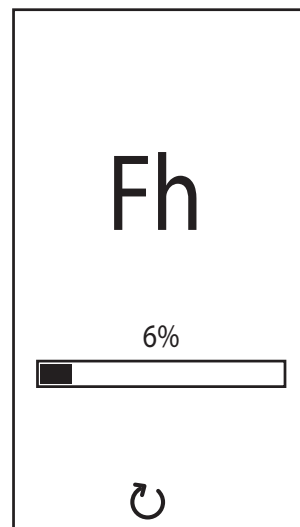

fig. 9- Ontluchting met uitgeschakelde ventilator
- De eerstvolgende 280 seconden gaat de ontluichtingscyclus door met uitgeschakelde ventilator (fig. 9).